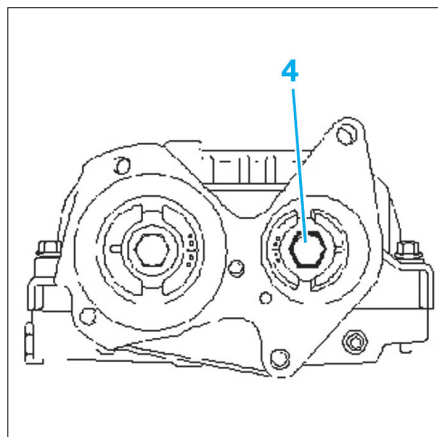

Fig. 18
- En maintenant l'arbre à cames d'échappement, desserrer la vis (4) de l'arbre à cames d'admission (Fig.18).